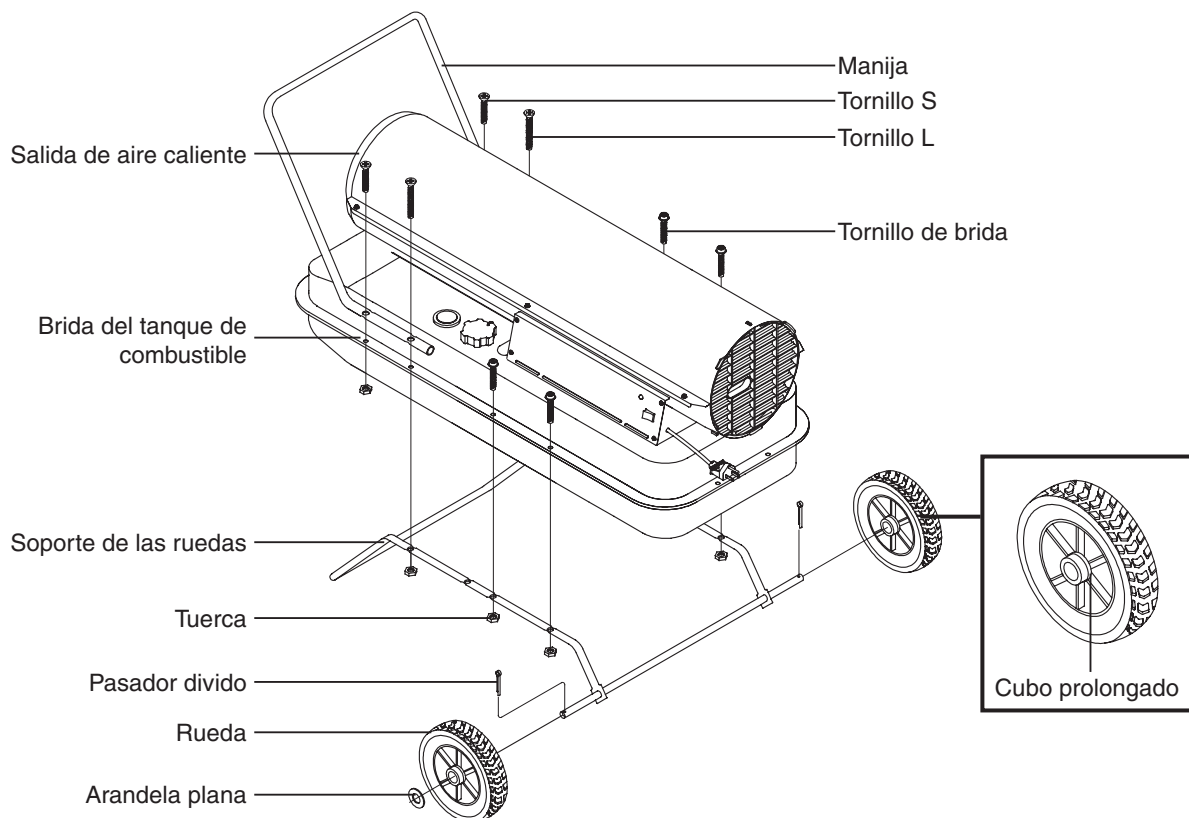

Figura 6. Ensamble de rueda y manija para el MODELO DFA-125
B. Para el modelo DFA-125 únicamente (Figura 6)
NOTA: Cuando instale las ruedas, oriente el cubo prolongado de las ruedas hacia la estructura de soporte de las ruedas (Ver figura 6)
4. Coloque la manija sobre la brida del tanque de combustible. Inserte los tornillos a través de las manijas, de la brida del tanque de combustible y de las estructuras de soporte de las ruedas como se ilustra en la Figura 6 y fije la tuerca ajustándola con los dedos después de insertar cada tornillo.